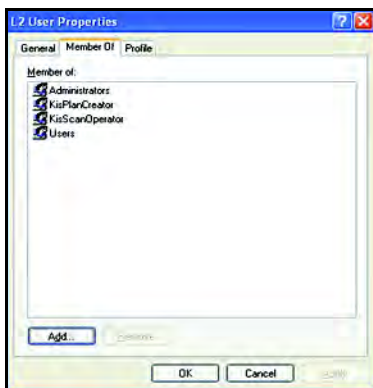

Рис. 119: Закладка членства
8. Для изменения принадлежности к группе щелкните закладку Member Of (Член...) (см. Рис. 119 ниже). Щелкните кнопку Add (Добавить), чтобы добавить пользователя в группу.